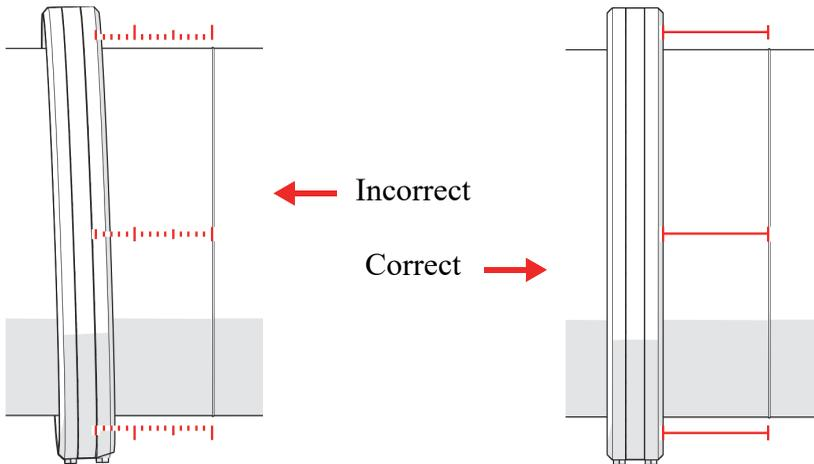

Figure 1-22 Alignement de la bande sur la soudure
5. Réalignez la bande au besoin, en prenant des mesures autour du tuyau entre la soudure et la bande, afin de vous assurer que la bande est parallèle à la soudure (Figure 1-22 à la page 42).